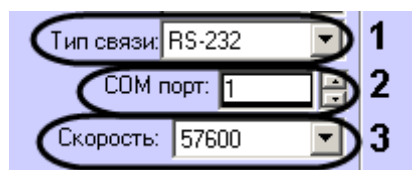

Рис. 3.3–2 Настройка подключения контроллера AAN через COM-порт
- 3.3 Из раскрывающегося списка **Скорость:** выбрать скорость подключения контроллера AAN через COM-порт (см. Рис. 3.3–2, 3).